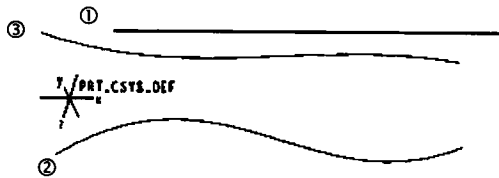

图 1-3
① 打开文件 var_sec_swp_f.prt，可看到3条曲线，如图1-3所示。
② 选择“插入”→“伸出项”→“可变截面扫描”命令。
③ 选择“垂直于原始轨迹”，“完成”命令。
④ 以“选取轨迹”选择第1条曲线。单击“完成”选取后确定起点箭头在下方，单击“完成”，若起点箭头位置错误，请用起始点更改。
⑤ 以“选取轨迹”选择第2条曲线。单击“完成选取”→“完成”命令。
⑥ 以“选取轨迹”选择第3条曲线。单击“完成选取”→“完成”命令。再单击“完成”结束曲线选取。